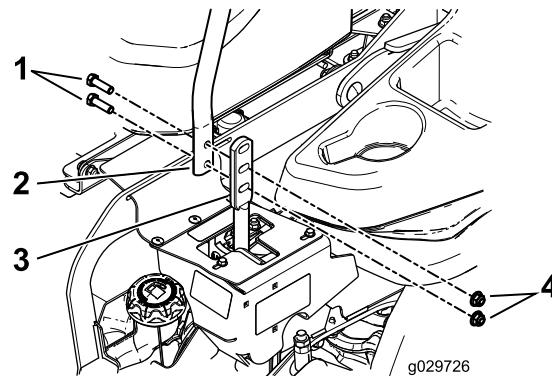

Bild 89
3. Lösen Sie die Schrauben und die Bundmuttern, die in den Hebeln installiert sind (Bild 89).
4. Fluchten Sie die Hebel in Längsrichtung aus. Bringen Sie die Hebel zuerst in der NEUTRAL-Stellung zusammen und schieben Sie die Hebel dann so lange, bis sie ausgefluchtet sind. Ziehen Sie dann die Schrauben an (Bild 89).